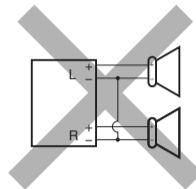
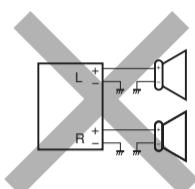
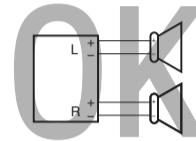

Fig. 1
Fig. 2
Fig. 3
- If the speaker wiring in your car is as illustrated in Fig. 1 and Fig. 2 below, DO NOT connect the unit using that original speaker wiring. If you do, the unit will be seriously damaged. Redo the speaker wiring so that you can connect the unit to the speakers as illustrated in Fig. 3.
- If the speaker wiring in your car is as illustrated in Fig. 3, you can connect the unit using the original speaker wiring in your car.
- Si el conexiónado de altavoz de su automóvil es como se indica en las Figs. 1 y 2 de abajo, NO conecte la unidad utilizando ese conexiónado de altavoz original. Si lo hace, se producirán daños graves en la unidad. Vuelva a efectuar el conexiónado de altavoz de manera que pueda conectar la unidad a los altavoces de la manera indicada en la Fig.3.
- Si el conexiónado de altavoz de su automóvil es como se indica en la Fig.3, podrá conectar la unidad utilizando el conexiónado de altavoz original de su automóvil.
- Si le câblage des enceintes de votre voiture est réalisé comme montré sur la Fig. 1 ou Fig. 2 ci-dessous, NE CONNECTEZ PAS l'appareil en utilisant ce câblage original d'enceintes. Si vous le faites, l'appareil sera sérieusement endommagé. Recommandez le câblage des enceintes de façon que vous puissiez connecter l'appareil aux enceintes comme montré sur la Fig. 3.
- Si le câblage des enceintes de votre voiture est comme montré sur la Fig. 3, vous pouvez connecter l'appareil en utilisant ce câblage original d'enceintes pour votre voiture.